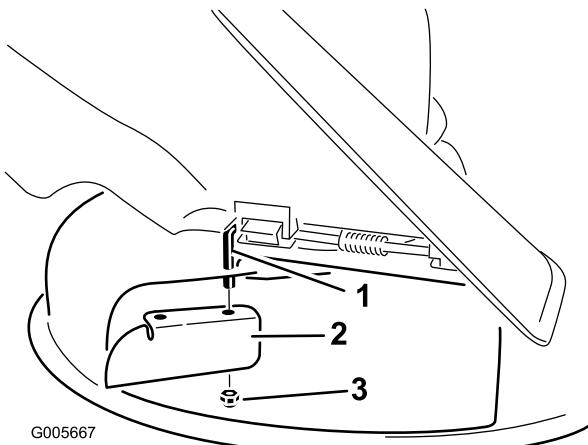

Bild 27
7. Montieren Sie das Versatzablenklech an der frei liegenden Gelenkstange (Bild 27).
3. Entfernen Sie das Versatzablenklech vom Mähwerk (Bild 27).